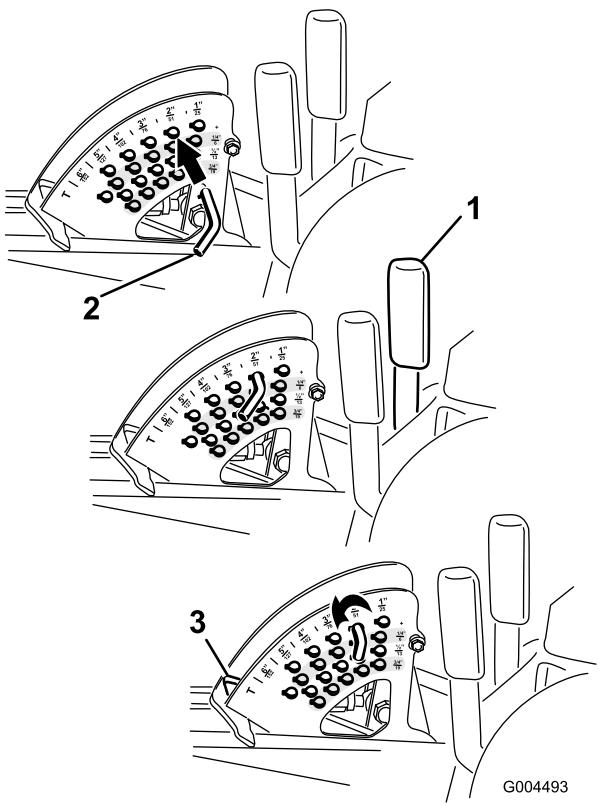

Bild 24
**Hinweis:** Wenn Sie das Mähwerk in der angehobenen Stellung arretieren möchten, heben Sie das Mähwerk über die 15 cm Stellung an, nehmen Sie den Schnithöhenanschlagsstift ab (siehe Einstellen der Schnithöhe) und setzen Sie den Stift in die 15 cm Schnithöhenstellung (Bild 24).
**Hinweis:** Wenn Sie das Mähwerk in der angehobenen Stellung arretieren möchten, heben Sie das Mähwerk über die 15 cm Stellung an, nehmen Sie den Schnitthöhenanschlagsstift ab (siehe Einstellen der Schnitthöhe) und setzen Sie den Stift in die 15 cm Schnitthöhenstellung (Bild 24).
1. Ziehen Sie den Mähwerkhubhebel bei laufendem Motor zurück, bis das Mähwerk ganz angehoben ist, und lassen Sie den **Hebel sofort los** (Bild 24).
2. Drehen Sie zum Einstellen den Anschlagsstift so lange, bis die Linien am Spannstift mit den Schlitten in den Löchern in der Schnitthöhenhalterung ausgerichtet sind. Nehmen Sie ihn dann ab (Bild 24).
3. Wählen Sie ein Loch in der Schnitthöhenhalterung, das der gewünschten Schnitthöhe entspricht, stecken Sie den Stift ein und drehen Sie ihn ein, um ihn zu arretieren (Bild 24).
**Hinweis:** Es gibt vier Reihen der Lochpositionen (Bild 24). Die oberste Reihe ergibt die Schnitthöhe, die über dem Stift steht. Die zweite Reihe ergibt die Schnitthöhe plus 6 mm. Die dritte Reihe ergibt die Schnitthöhe plus 12 mm. Die unterste Reihe ergibt die Schnitthöhe plus 18 mm. Für die Stellung von 15,8 cm gibt es nur ein Loch, das in der zweiten Reihe ist. Mit diesem Loch werden nicht 6 mm den 15,8 cm hinzugefügt.